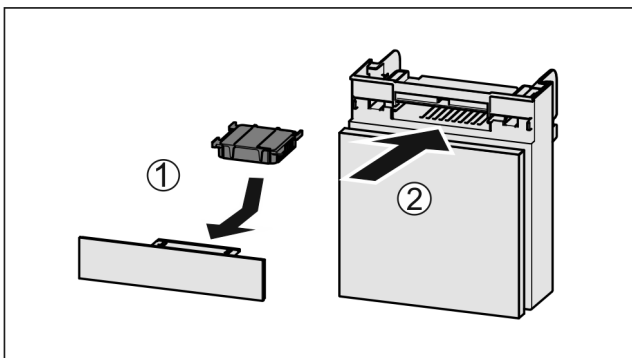

Fig. 234
- ▶ Aktivkohlefilter nach Abbildung einsetzen Fig. 234 (1).
- ▶ Fach einschieben Fig. 234 (2).